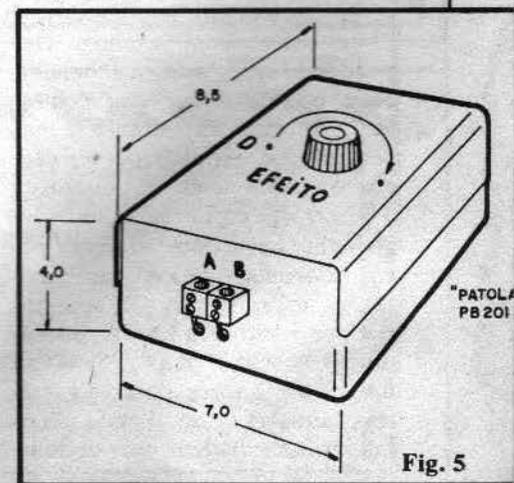

Fig. 5
- FIG. 5 - Sugestão para o acondicionamento do circuito da LUFA num container padronizado (de fácil aquisição no varejo de Eletrônica). A caixa "Patola" indicada apresenta dimensões e forma plenamente compatíveis com a acomodação da plaquinha, devendo o potenciômetro ficar centrado na tampa (painel principal) da caixa, enquanto que os terminais de Saída podem ser instalados numa das laterais do container, conforme sugere a figura. A caixa recomendada é totalmente plástica, favorecendo a isolamento geral do circuito e a segurança do operador. Em qualquer caso, NÃO utilizar caixa metálica...